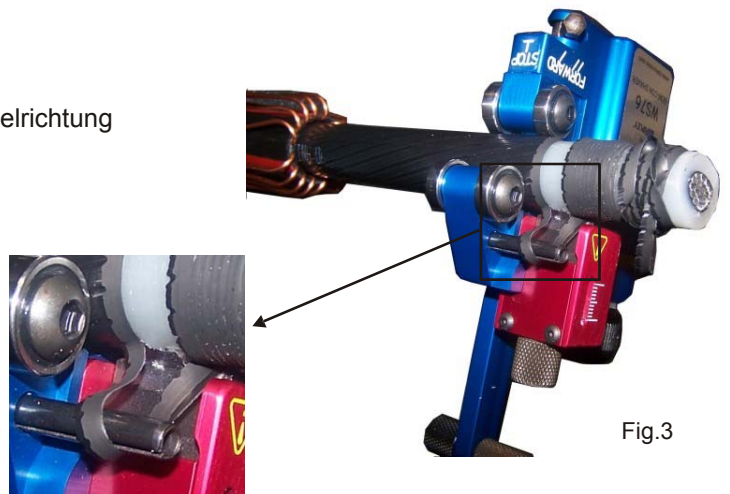

Fig.3
9. Weiterhin das Schälergebnis beobachten. Sicherstellen, dass kein Span während des Schälens unter die Rollen gerät. Dies würde das Schälergebnis beeinträchtigen. Der geschälte Span kann einfach während des Schälens auf die Handkurbel gewickelt werden (Fig.2). Eine andere Möglichkeit ist es den geschälten Span um die geschälte Isolierung unter Verwendung des Spanabweisers zu führen. (Siehe Fig.3 nächste Seite)